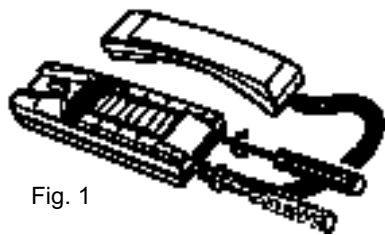

Fig. 1
- 1- separare il fondo del citofono dal coperchio inserendo un cacciavite a taglio largo nelle fessure, ruotarlo in senso orario fino ad ottenere lo scatto d'apertura (fig. 1).